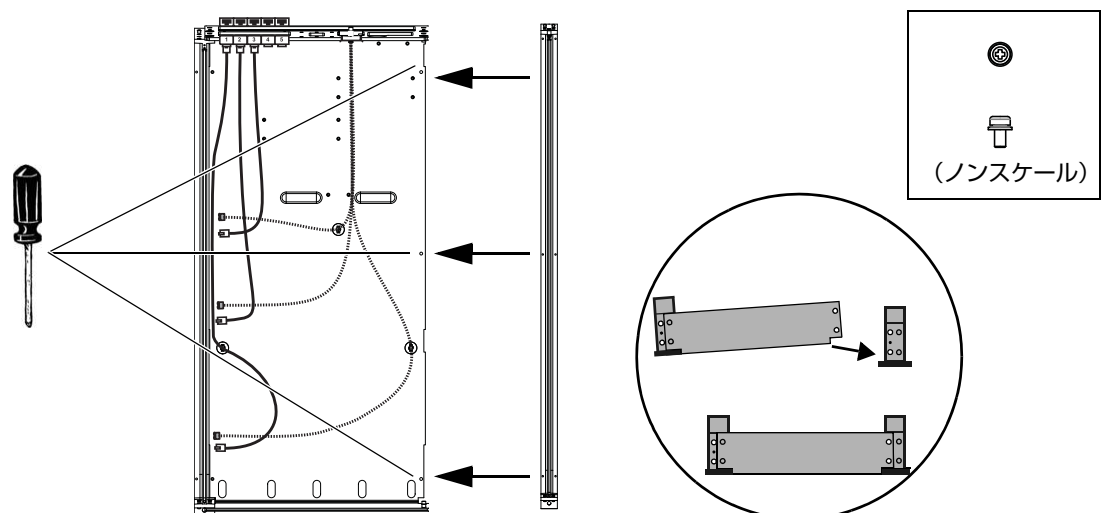

図 14. サイド・ウォールをシャーシの底面プレートに固定する様子を示した上面図 (左) と正面図 (右下)
- 2 ねじ#1 Phillipsを3つ使って、サイド・ウォールを右端のシャーシの底面プレートに取り付けます。シャーシの底面プレートの右端を、サイド・ウォールの左端の上に重ねて固定します (図 14を参照)。